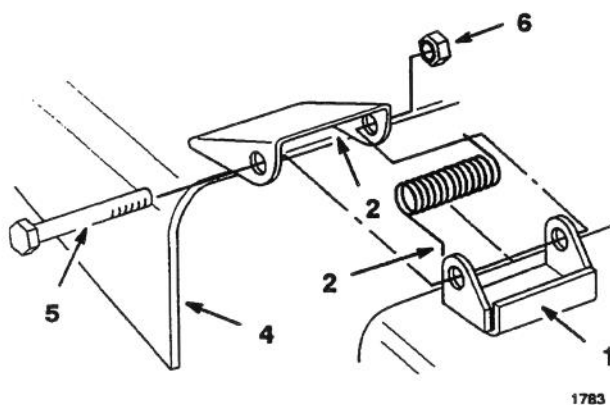

Figure 1
1. Poser les ressorts dans les supports sur la tondeuse en plaçant les extrémités recourbées sur l'arrière surélevé (Fig. 1).
3. Fixer le déflecteur au support au moyen des boulons introduits dans le déflecteur, les ressorts et les supports. Fixer avec les contre-écrous (Fig. 1).